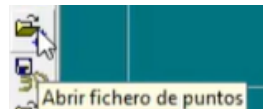

Figura 286. Fichero de puntos.
40. Una vez dentro del Módulo de dibujo, seleccionar la opción “Abrir fichero de puntos” que se encuentra en el menú lateral izquierdo. Figura 286.